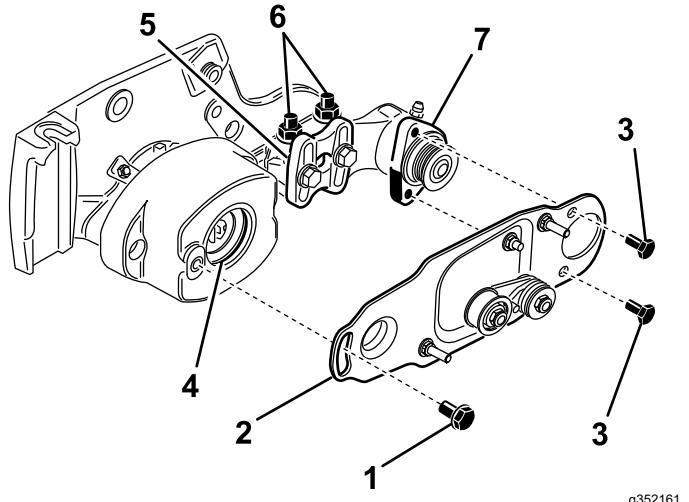

図 11
10. ベアリングハウジングのグロメットの内側にグリスを塗る図 11。
11. ローラブラシ取り付けブラケットに固定しているボルトをゆるめる 但し外さないこと図 11。
12. ローラブラシピボットプレートを取り付ける図 11。ピボットプレートの突起部をベアリングハウジングのグロメットに差し込んだ時、グロメットの位置がずれないように注意すること。
13. 5/16 x 5/8 in ボルト2本に 242 ロクタイト青を塗り、これを使ってブラシプレートをローラブラシベアリングハウジングに取り付ける図 11。ボルトを 20-26 N·m にトルク締めする。
- ローラブラシ取り付けブラケットをカッティングユニットのサイドプレートに固定しているフランジナット2個をゆるめる図 11。
- ブラシプレートがカッティングユニットユニットのサイドプレートに平行になるまでローラブラシベアリングハウジングを回転させる図 11。
- ローラブラシ取り付けブラケットをカッティングユニットのサイドプレートに固定しているフランジナット2個を締め込む図 11。
18. ショルダボルトにロクタイト242青を塗布する図 11。ショルダボルトを使って、ブラシプレートをローラブラシハウジングに取り付ける。(図 11). ボルトを 20-26 N·m にトルク締めする。